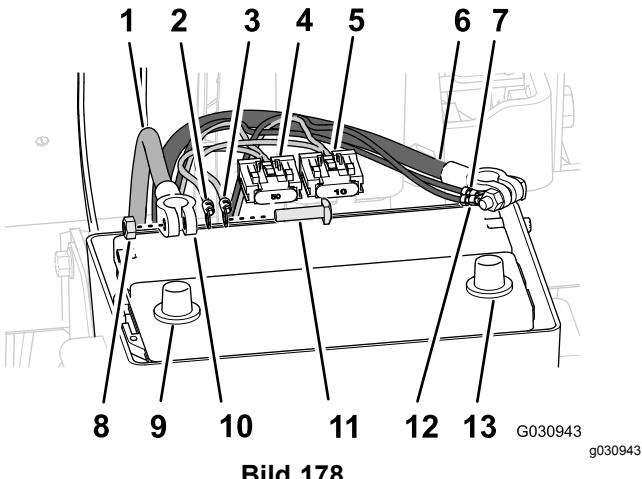

Bild 178
- Verlegen Sie den Pluspol (rotes Kabel), den Minuspol (schwarzes Kabel) und die 50-A-Sicherung des hinteren Kabelbaums zwischen dem Batteriekasten und dem Chassis der Maschine (Bild 178).
- Entfernen Sie die T-Schrauben und Sechskantmuttern von den Polen der Plus- und Minuskabel der Batterie (Bild 178).
- Setzen Sie eine T-Schraube durch den Pluspol (rotes Kabel) des hinteren Kabelbaums, den Pluspol des elektrischen Navigationskabelbaums und den Pol des Pluskabels der Batterie (Bild 178) ein.
- Befestigen Sie die Pole und die T-Schraube lose mit einer Sechskantmutter (Bild 178).
Navigationskabelbaums und den Pol des Minuskabels der Batterie (Bild 178) ein.